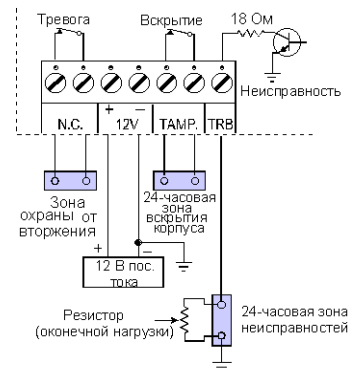

Рисунок 5. Подключения к клеммной колодке
Подсоединение проводников к клеммной колодке производится в следующем порядке (Рисунок 5):
**Подсоединить:** К 24-часовой зоне защиты от неисправностей, параллельно резистору E.O.L. (оконечной нагрузки линии) - Рис. 5.